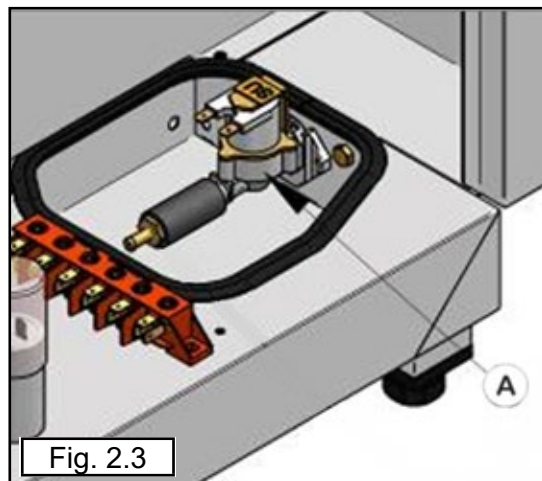

Fig. 2.3
En los modelos Convection + Humidification, la electroválvula (B) alimenta el sistema de generación del vapor en la modalidad Mixto (Fig. 2.3).